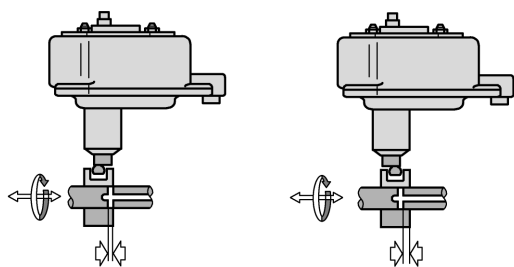

图 11-15 控制油量调节器 (N146)
(1) 控制油量调节器 (N146) N146 (图 11-15) 是一个电磁执行器，接受 ECU 的 PWM 信号来调节控制轴套位置，从而实现对供油量的调节。油量调节器上的偏心轴转动时，可驱动控制轴套移动、调节油量。N146 依据 G149 信号对控制轴套位置进行闭环调节。